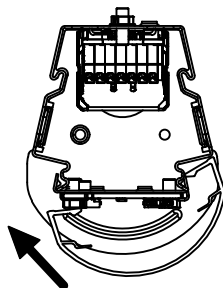

FIGURE 4: LENTILLE
- 7) Aligner sur la lentille en inclinant d'un côté et puis faites pivoter l'extrémité opposée autour d' encliquetage dans l'autre côté, comme le montre la Figure 4.